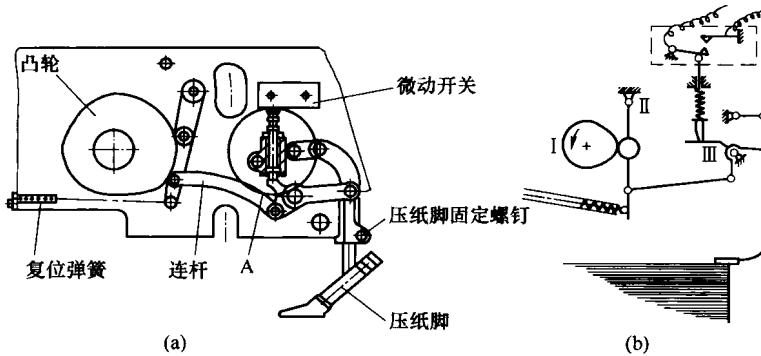

图 1-2-1 压脚吹风
(1) 机器与机构
- ① 机器是同时产生运动和能的变化，目的是利用和转换机械能。
- ② 机构是只能产生运动的变化，目的是传递和变换运动。
(2) 构件与零件
- ① 构件是运动的单元。
- ② 零件是制造的单元。
(3) 机架 机架是用来支撑构件的构件。
(4) 运动副 凡构件之间直接接触，而又能产生一定形式相对运动的连接，都称为运动副，包括低副和高副。低副是面接触，又包括回转副（铰链、固定铰链和活动铰链）和移动副；高副是构件以点或线接触。
(5) 平面机构运动简图 用一些代表构件和运动副的简单符号，把机构的运动特征准确地表达出来的图形称为平面机构运动简图，标准见 GB 138-74，如图 1-2-1 所示。
(6) 公差与配合 公差用于协调机器零件的使用要求与其经济性之间的矛盾；配合用于反映机器零件之间功能要求的相互关系。
① 关于公差与偏差：偏差是指某一尺寸减去其基本尺寸所得代数差；公差是指允许尺寸的变动量，公差等于上偏差与下偏差的代数差的绝对值，或最大极限尺寸与最小极限尺寸的代数差的绝对值。
② 关于配合 是基本尺寸相同、相互结合的孔和轴公差带之间的关系。基孔制的孔为基准孔下偏差为零，代号为 H；基轴制的轴为基准轴，上偏差为零，代号为 h。按照孔和轴公差带的相对位置不同，这两重基准制都可形成间隙配合、过度配合、过盈